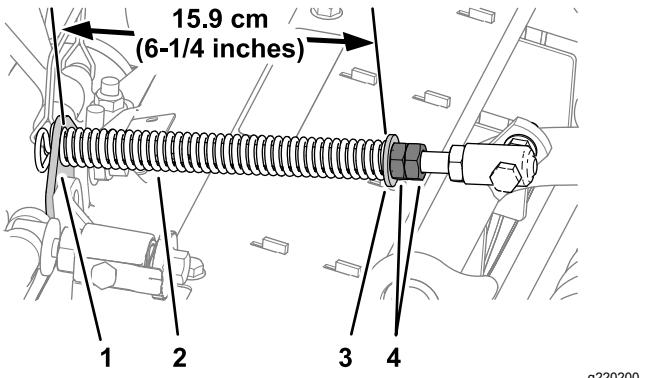

Figura 16
- 3. Apriete las tuercas hexagonales del extremo delantero de la varilla del muelle hasta que la longitud comprimida del muelle sea de 15,9 cm, como se muestra en la Figura 16.